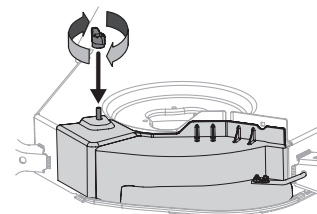

Figura 12
6. Sujete con la perilla de aletas. Consulte la Figura 12.